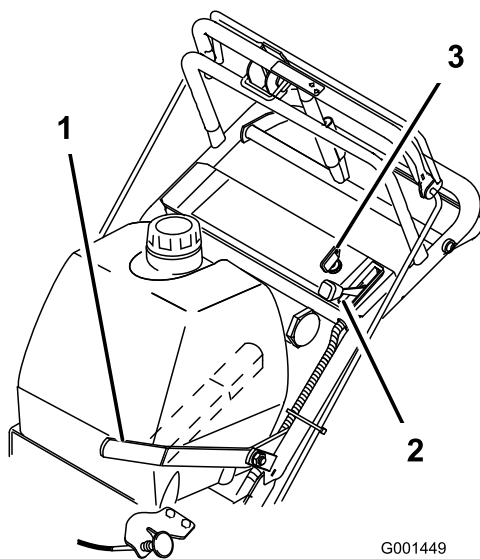

Figure 8
5. Tournez la clé de contact à la position contact (Figure 8).
8. Tirez le bouton de starter à la position en service si le moteur est froid (Figure 8).
1. Placez la commande d'accélérateur à la position Bas régime (Figure 8).
3. Tournez la clé de contact à la position Arrêt (Figure 8).